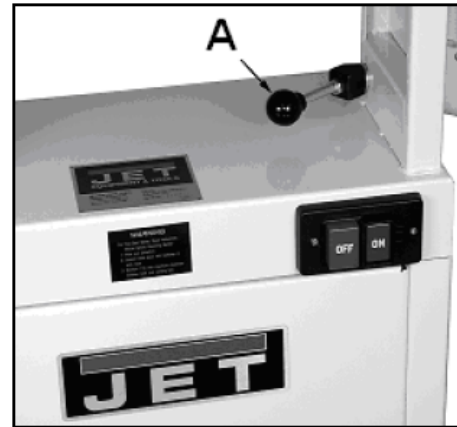

Рис. 3
Ослабьте поворотный зажим (A) (Рис. 3) и установите шлифовальную голову в вертикальное положение.